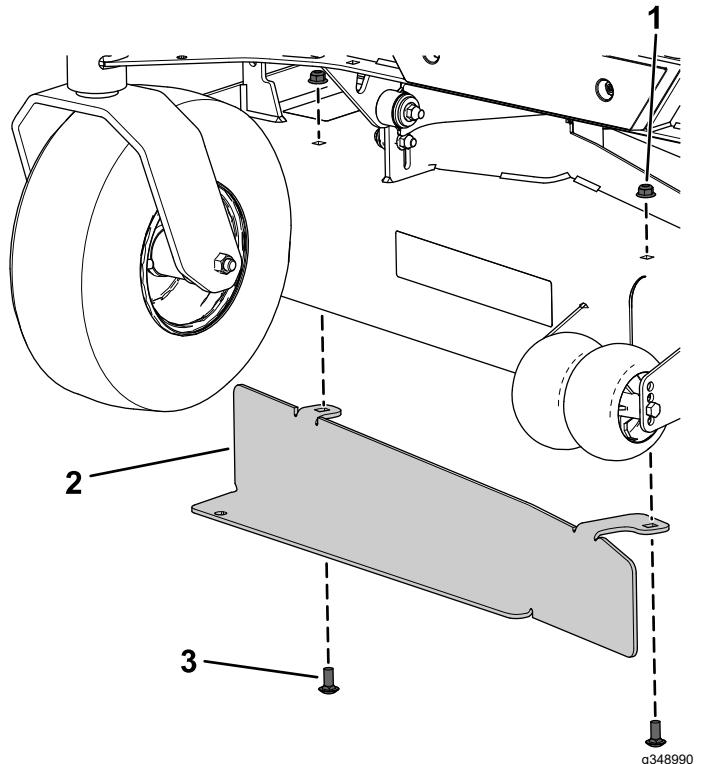

**Bild 3**
2. Entfernen Sie die beiden Schlossschrauben und Sicherungsmuttern an der Vorderseite des Mähwerks (Bild 3).